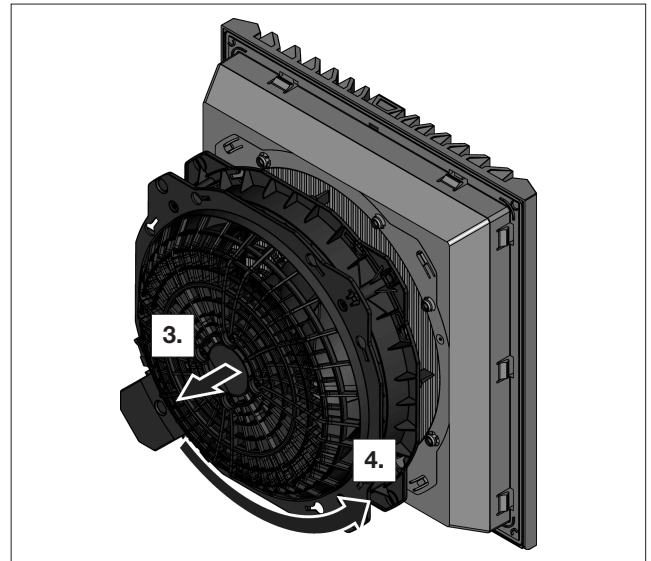

図11: ファンハウジングを回転
- 次に、電気配線の接続箇所が希望する位置になるように、ファンハウジングを 90°、180°または 270°回転させます(図11を参照)。